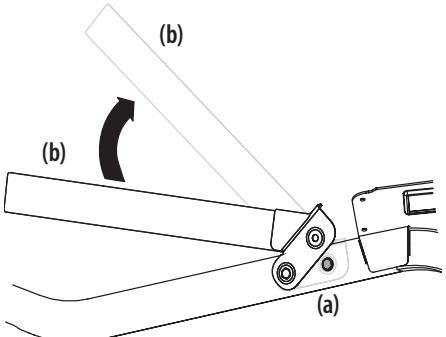

Figure 4
- Retirez les deux vis à bride hexagonales (a) partiellement installées sur le châssis. Consultez la Figure 4.
- Faites pivoter le cerceau supérieur (b) pour le mettre en position appropriée. Consultez la Figure 4.